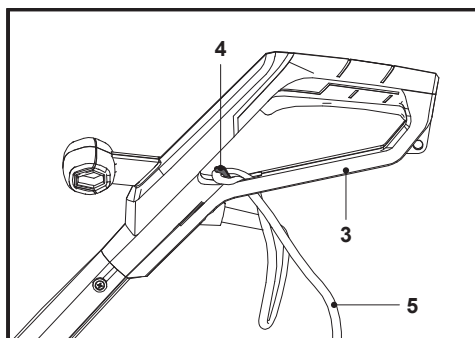

Fig. 5
2. Passe-o sobre o retentor de cabo (4) e puxe com cuidado o cabo de alimentação (5) para garantir que está bem seguro (Fig. 5).